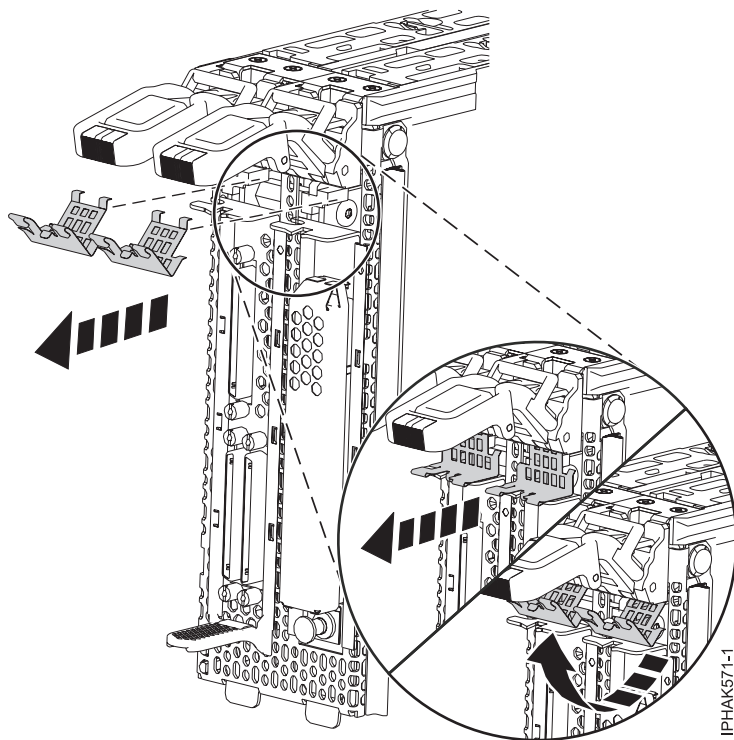

Figure 64. Retrait des deux clips métalliques à l'avant du bloc
2. Relevez les bras de verrouillage jusqu'en butée et retirez les deux clips métalliques de l'avant du bloc. Voir figure 64